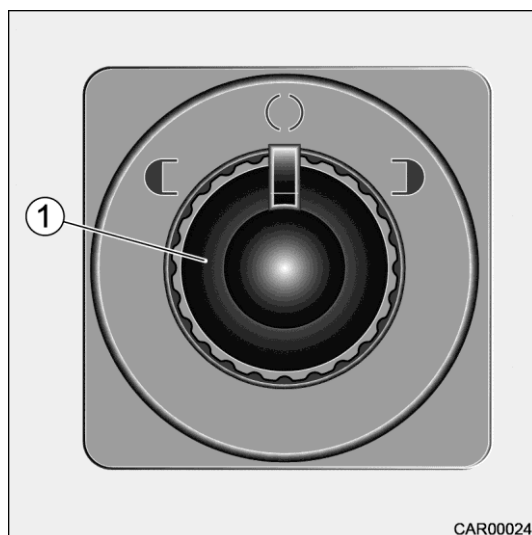

Fig. 34 Bouton de commande modèle I
1. Tourner le bouton (Fig. 34/1) vers la gauche pour régler le rétroviseur extérieur de gauche.
2. Tourner le bouton (Fig. 34/1) vers la droite pour régler le rétroviseur extérieur de droite.